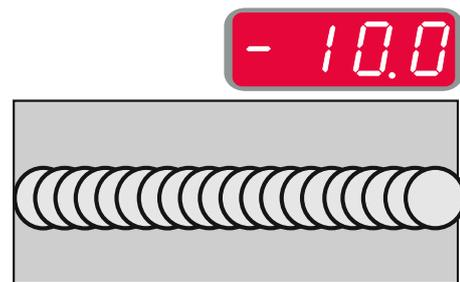

Figure 16
- Fréquence inférieure à 0,0 – Soudure large et vagues de solidification espacées, vitesse d'avance lente. La Figure 16 montre une soudure réalisée avec une fréquence réglée à « -10 ».